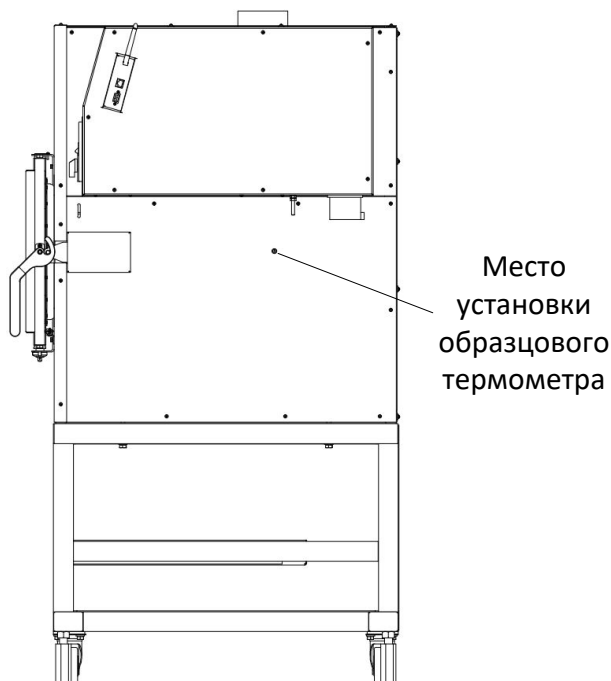

Рисунок 40 – Место установки образцового термометра (вид печи сбоку)
5.9.1 Установить щуп образцового термометра в отверстие в печи (см. рисунок 40).